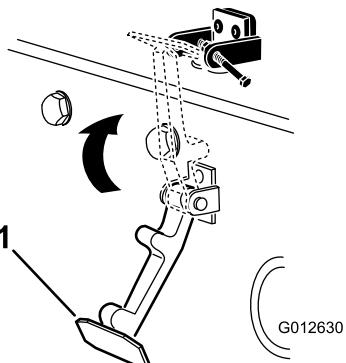

Рисунок 6
7. Ведите защелку в зацепление с кронштейном защелки капота (Рисунок 6).